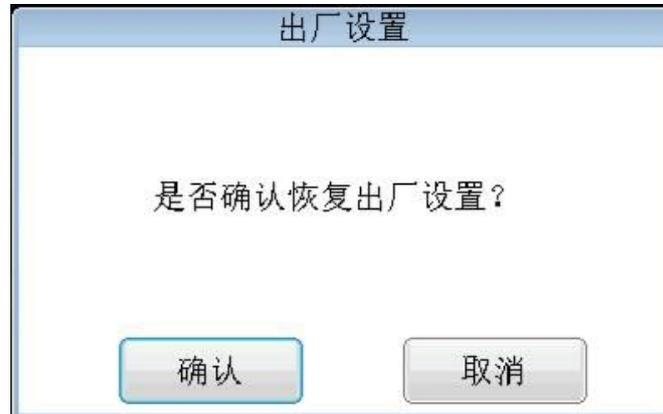

图 4.6.2 恢复出厂设置对话框示意图
- ◆ **出厂设置：**轻触此选项，弹出对话框（图 4.6.2 所示），点击确定恢复出厂设置，点击取消退出该选项；